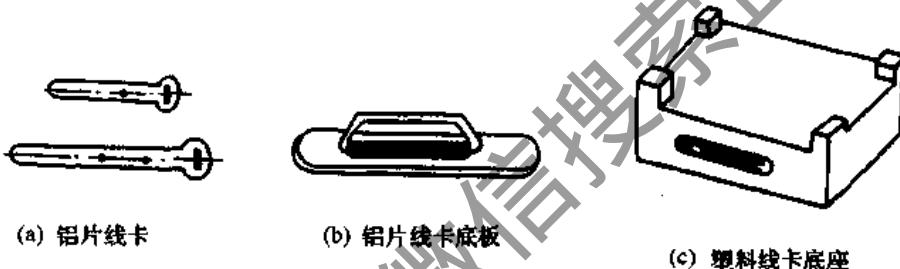

图 2-34 铝片线卡
铝片线卡又称钢精轧头或铝轧头，用来固定 BVV、BLVV 型护套线。它是用 0.35mm 厚的铝片制成，中间开有 1~3 个安装孔，其外形如图 2-34(a)所示。
(1) 金属线卡底座 又称钢精轧头底板，专用来穿装铝片线卡，使线卡固定于建筑物上。它是用 0.5mm 厚的镀锌铁板冲制而成，使用时用粘接剂将其粘接于建筑物表面上，其外形如图 2-34(b)所示。尺寸为长 20mm，宽 7.5mm，高 2.1mm。
(2) 塑料线卡底座 又称钢精轧头塑料底座，专供穿装铝片线卡。它是用改性聚苯乙烯塑料制成，方形座子中间有穿铝片线卡的长方形孔，座面有供嵌入护套线的凹槽，结构简单，使用时可用粘接剂固定在建筑物上，其外形如图 2-34(c)所示。塑料线卡底座适合安装 BVV、BLVV 型  $1.0\text{mm}^2 \sim 2.5\text{mm}^2$  的塑料护套线，支距  $\leq 200\text{mm}$ ，可使用在潮湿场合。规格有双芯和三芯两种，双芯适用于 1 号铝片线卡，三芯适用于 2 号铝片线卡。